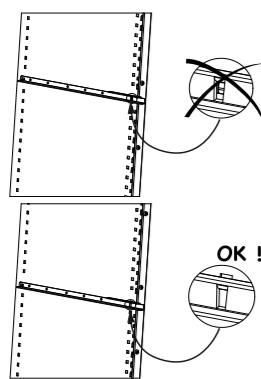

Afbeelding 1
1. Plaats 2 geleiders in de hiervoor bestemde bevestigingsstangen. Plaats voor elk plateau een geleider rechts en een geleider links. (zie afbeelding 1). Klip de geleiders goed vast op hun plaats (zie afbeelding 2)
1. Plaats 2 geleiders in de hiervoor bestemde bevestigingsstangen. Plaats voor elk plateau een geleider rechts en een geleider links. (zie afbeelding 1 en 2).
- Plaats de 2 geleiders op de gewenste plaats in de hiervoor bestemde bevestigingsstangen (zie afbeelding 1 en 2),